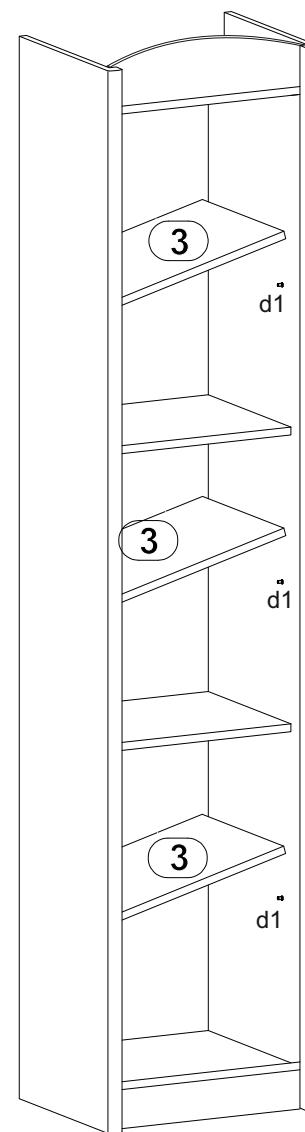

Рисунок 5
13. Установить полки переставные **11** на полкодержатели **d1** (см. рис. 5).